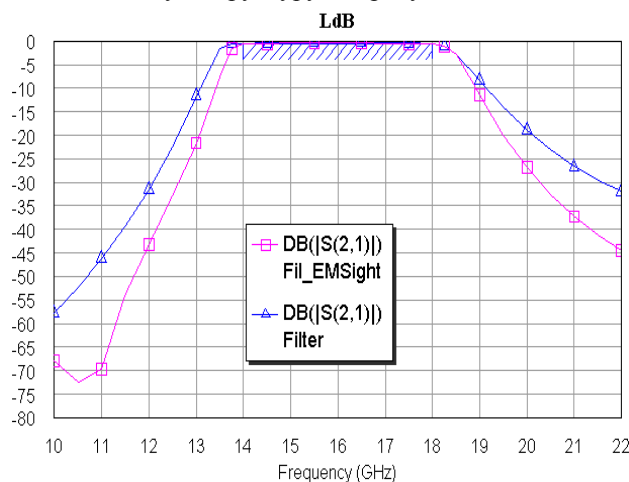

Рис. 7.65
- Откройте окно свойств графика и установите по оси x шаг, равный **1**, по оси **Left 1** шаг, равный **0.5**. В опциях проекта добавьте частоты **13.75** и **18.25** ГГц. Щёлкните по значку **Analyze** на панели инструментов. Полученные графики показаны на рис. 7.65 и 7.66. Редактировать электромагнитную структуру не требуется.